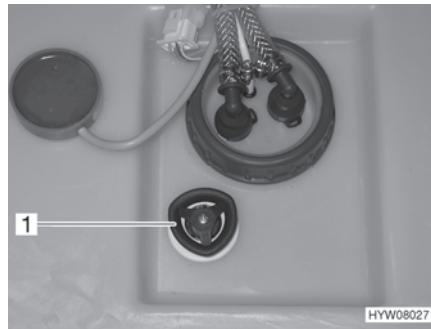

Fig. 140 Serbatoio dell'acqua con maniglia girevole
- Sul serbatoio dell'acqua ruotare la maniglia girevole (Fig. 140,1) in senso antiorario, oltre la resistenza verso l'esterno fino all'arresto, per aprire completamente l'apertura di scarico.